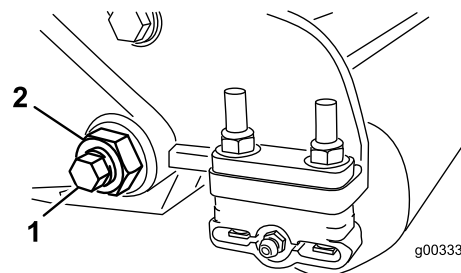
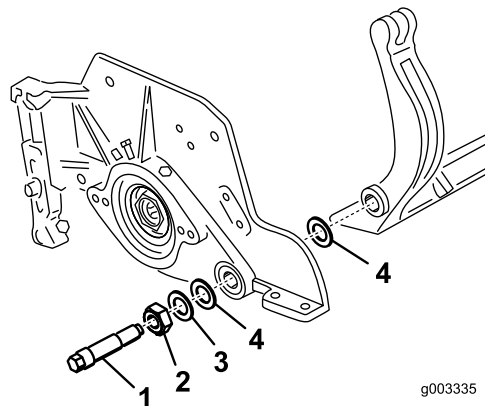

Bild 27
Bild 28
- Lösen Sie an jeder Seite der Maschine die Klemmmutter, mit der die Schraube des Untermesserträgers befestigt ist (Bild 27).
- Nehmen Sie jede Schraube des Untermesserträgers ab, damit der Untermesserträger nach unten gezogen und von der Maschine entfernt werden kann (Bild 27). Bewahren Sie die beiden Nylonscheiben und die beiden Scheiben aus gestanzten Stahl an jedem Ende des Untermessers auf (Bild 28).
- Befestigen Sie den Untermesserträger mit den Untermesserträgerschrauben (Muttern an den Schrauben) und den sechs Scheiben an jeder Seite der Seitenplatte. Legen Sie eine Nylonscheibe an jede Seite des Seitenplattenansatzes. Legen Sie eine Stahlscheibe außen auf jede Nylonscheibe (Bild 28). Ziehen Sie die Schrauben mit 37 bis 45 Nm an. Ziehen Sie die Sicherungsmuttern an, bis sich die Stahlscheibe außen nicht mehr dreht und kein Spiel am Ende vorhanden ist, ziehen Sie jedoch nicht zu